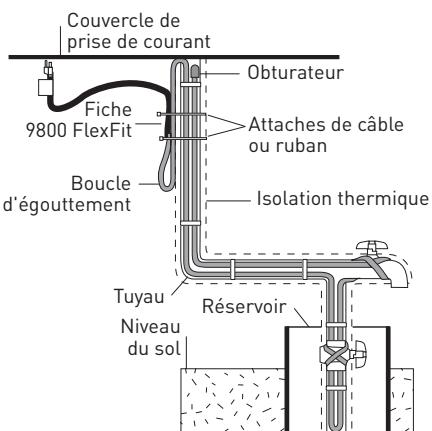

Figure 6. Installation de passes multiples
S'il reste une longueur de câble à l'extrémité du tuyau, le ramener le long du tuyau où l'isolant le recouvrira complètement, tel qu'ilustré à la Figure 6. À l'aide de ruban de fixation 9610 ou tout produit équivalent, fixez l'obturateur au tuyau, tel qu'ilustré aux Figures 1, 2 et 6.
**Important :** pour des installations dotées d'un réservoir au sol, installez le câble chauffant Frostex sur toute la longueur du tuyau et ensuite le ramener vers le point de départ (tel qu'ilustré à la Figure 6), de sorte que l'obturateur soit bien au-dessus du niveau du sol et qu'il ne repose pas dans l'eau.